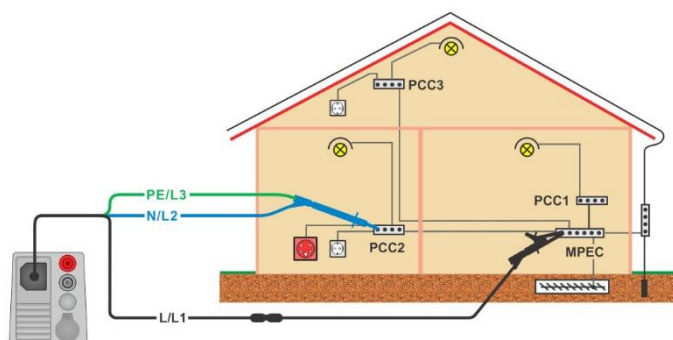

Abbildung 7.17: Anschluss der 3-adrigen Prüfleitung plus des optionalen Verlängerungskabels
- › Schließen Sie die Prüflleitungen an, siehe **Abbildung 7.17**.